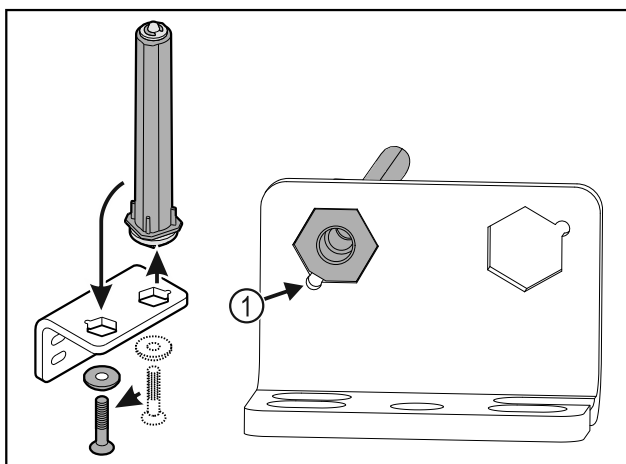

Fig. 27
- Darauf achten, dass beim Einsetzen die Bolzenabschrägung Fig. 27 (1) zum runden Loch zeigt.